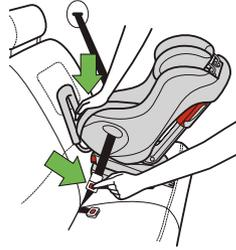

Figure 39
- Presser au centre du siège d'auto pour réduire la tension sur la ceinture du véhicule aidera à débloquer la ceinture du véhicule, tel qu'illustré dans la **Figure 39**.